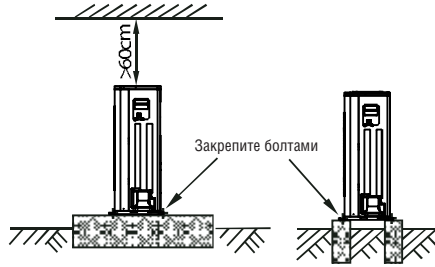

Рис. 6-6
- Соорудите бетонное основание в соответствии с техническими характеристиками наружных блоков. (См. рис. 6-6).
- Прочно закрепите ножки устройства болтами для предотвращения его падения в случае землетрясения или сильного ветра. (См. рис. 6-6).